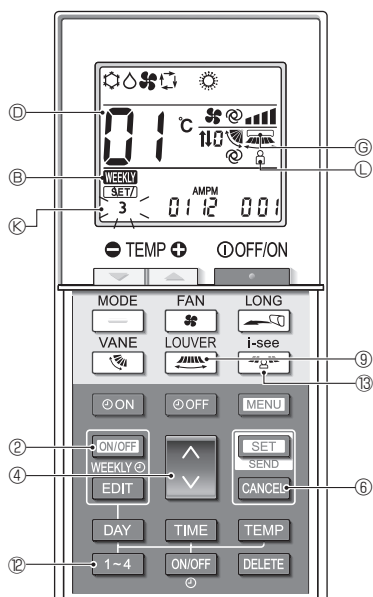
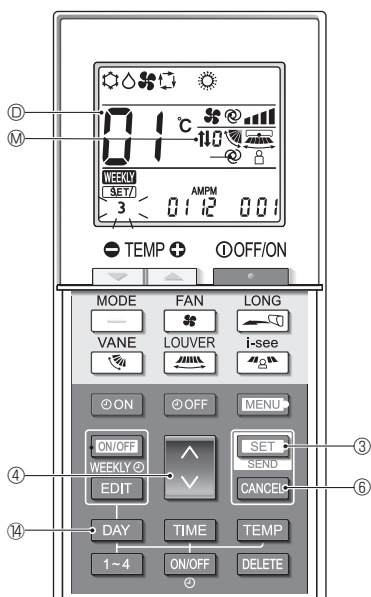

Fig. 6-4
Fig. 6-5
(Fig. 6-4, Fig. 6-5)
* Если настройка неверна, нажмите кнопку **CANCEL** ⑥ и повторите процедуру, начиная с шага 1.
6.6. Завершение настройки (Fig. 6-5)